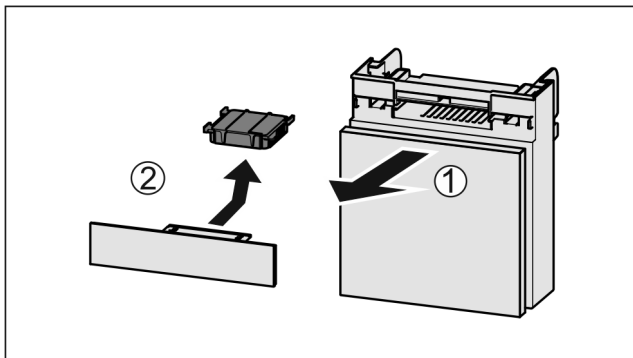

Fig. 66
- ▶ Потягніть Fig. 66 (1) відділення вперед.
- ▶ Витягнути Fig. 66 (2) фільтр з активованого вугілля.